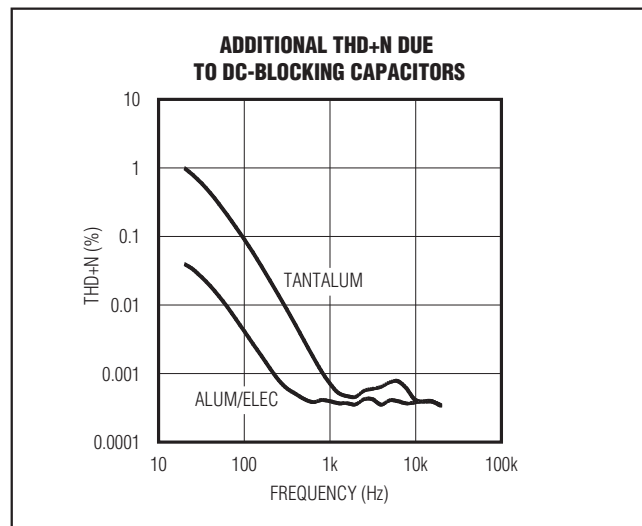

図3. 出力コンデンサに起因する歪み
2) 出力コンデンサの電圧係数は再生されるオーディオ信号が歪む原因となります。それはコンデンサの両端間の電圧が変化して、コンデンサの値が変わるためです。-3dBポイントを下回る周波数ではコンデンサのリアクタンス成分が支配的となり、電圧係数は周波数依存性の歪みとして現れます。図3は誘電体が異なる2種のコンデンサのタイプに対するTHD+Nを示しています。-3dBポイントが100Hzを下回るとTHD+Nは急速に大きくなることに注意してください。低周波での減衰と周波数依存の歪みが合わさって、マルチメディア用ラップトップコンピュータ、MP3、CD、およびDVDプレーヤなど低周波効果を強調する携帯オーディオ機器におけるオーディオ再生が悪化します。DirectDrive技術によって出力コンデンサの必要性をなくしたことによって、これらのコンデンサに付随する欠点がなくなります。